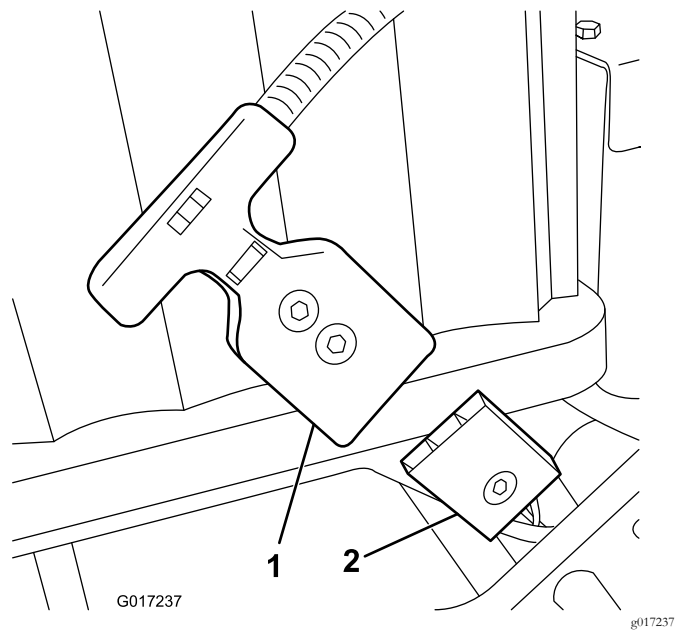

图17
注意 如果您无法在电池组安装后使电池组插座与机器线束插头对齐则可以选择先将线束连接至电池组然后再安装电池组。从电池基座上拔下主电源接头 (图 17)。按照说明将接头安装到电池上。将电池安装到基座附带的线束穿过相应的孔然后使用之前卸下的紧固件将主电源接头固定到电池基座上。
16. 将主线束上的 T 形手柄接头连接到电池基座的主电源接头上 图17。